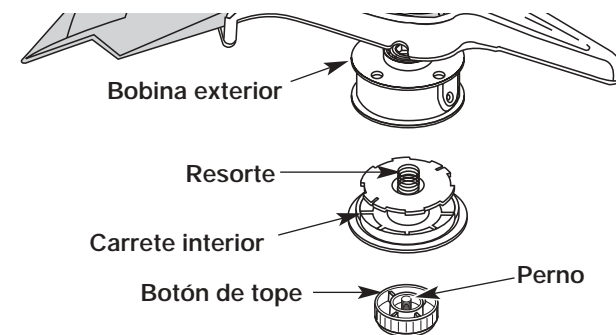

Fig. 31
2. Saque el carrete interior de la bobina exterior (Fig. 31 o 32).
1. Sostenga la bobina exterior con una mano y desenrosque el botón de tope en sentido antihorario (Fig. 31 o 32). Inspeccione el perno de adentro del botón de tope para verificar que se mueva con libertad. Cambie el botón de tope si está dañado.
3. Saque el resorte del carrete interior (Fig. 31 o 32).
1. Sostenga la bobina exterior con una mano y desenrosque el botón de tope en sentido antihorario (YM26BC) o en sentido horario (YM26C0). Inspeccione el perno dentro del botón de tope para verificar que se mueva con libertad. Cambie el botón de tope si está dañado (Fig. 31 o 32).
2. Saque el carrete interior viejo de la bobina exterior (Fig. 31 o 32).
3. Saque el resorte del carrete interior viejo (Fig. 31 o 32).